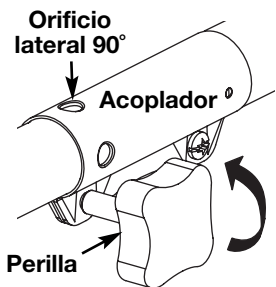

Fig. 8
2. De vuelta a la perilla a la izquierda para aflojar el acoplador (Fig. 8).
2. Gire la perilla en sentido anti-horario para aflojarla (Fig. 8).